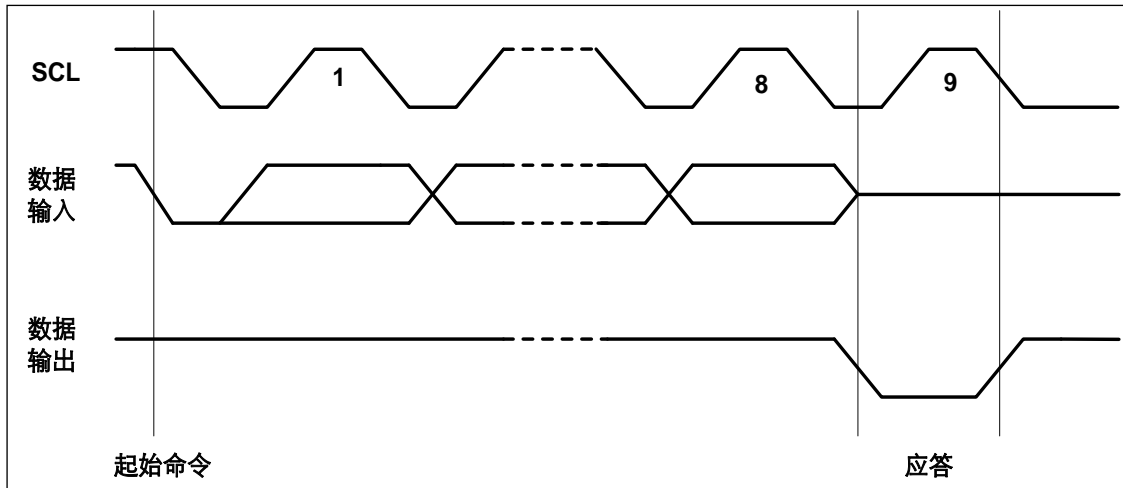

图 9-5 输出应答(ACK)
**输出应答:** SDA 上的数据都是以 8 位为一组串行输入和输出的, MSB 先发, 接收方在收完每个字节后应当在第 9 个周期回发一个回应 acknowledge 位(以下简称 ack), ack 的时钟由主机提供。发送方在 ack 期间悬空 SDA, 接收方须将 SDA 拉低, 确保 ack 时钟高电平期间 SDA 为低, 形成有效的 ack 信号(参见图 9-5)。